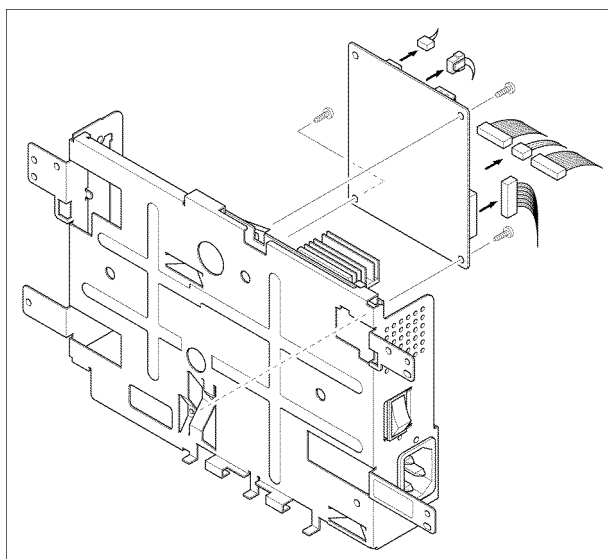

Рисунок 1
2. Отсоедините все разъемы главной платы. Выкрутите 6 винтов, затем снимите главную плату, рисунок 1.